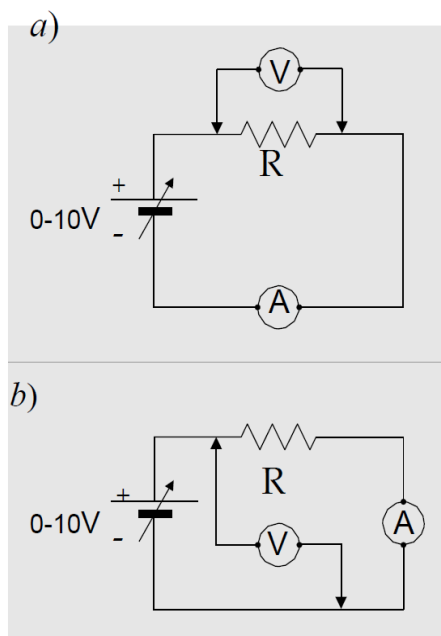

Figura 1 - Os dois circuitos a serem montados na 1ª parte do trabalho laboratorial.
4. Monte o circuito da Figura 1-a).
- Depois de reduzir os controles de tensão e corrente da fonte, desmonte o circuito e monte o circuito mostrado na Figura 1 b). Repita todos os procedimentos anteriores.
- Tendo em atenção as normas de segurança descritas para as Experiências 1 e 2, monte o circuito da Figura 1.a), substituindo a resistência pela lâmpada. Use o módulo da lâmpada e os fios multifilares para montar o circuito.